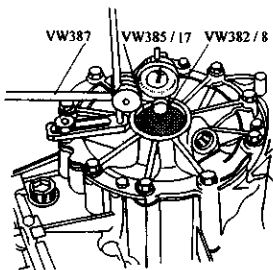

图 3-128 安装专用工具
7) 如图 3-128 所示, 装上专用工具, 调节百分表使压力与距离  $1.0\text{mm}$  相一致。